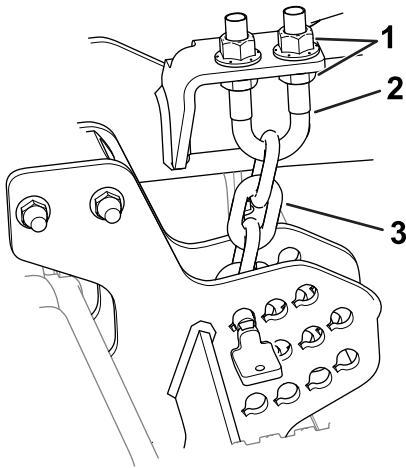

Figure 6
6. Desserrez les écrous de blocage inférieurs sur l'étrier fileté de la chaîne de hauteur de coupe (Figure 6).
7. Ajustez les écrous (Figure 6) pour lever ou abaisser l'arrière de l'unité de coupe et régler les pointes des lames arrière de 6 à 10 mm plus haut que les pointes avant.